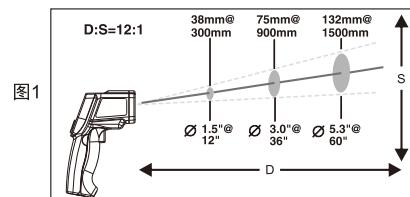

图1
1、 使用本机测量温度时,要注意考虑距离与测量区域大小之间的比率(简称物距比)。当本机与被测物体的距离增大时, 测量区域也会相应增大。(本机物距比为12:1, 见图1), \*\*\*本机配有定位激光用于瞄准被测物体表面。